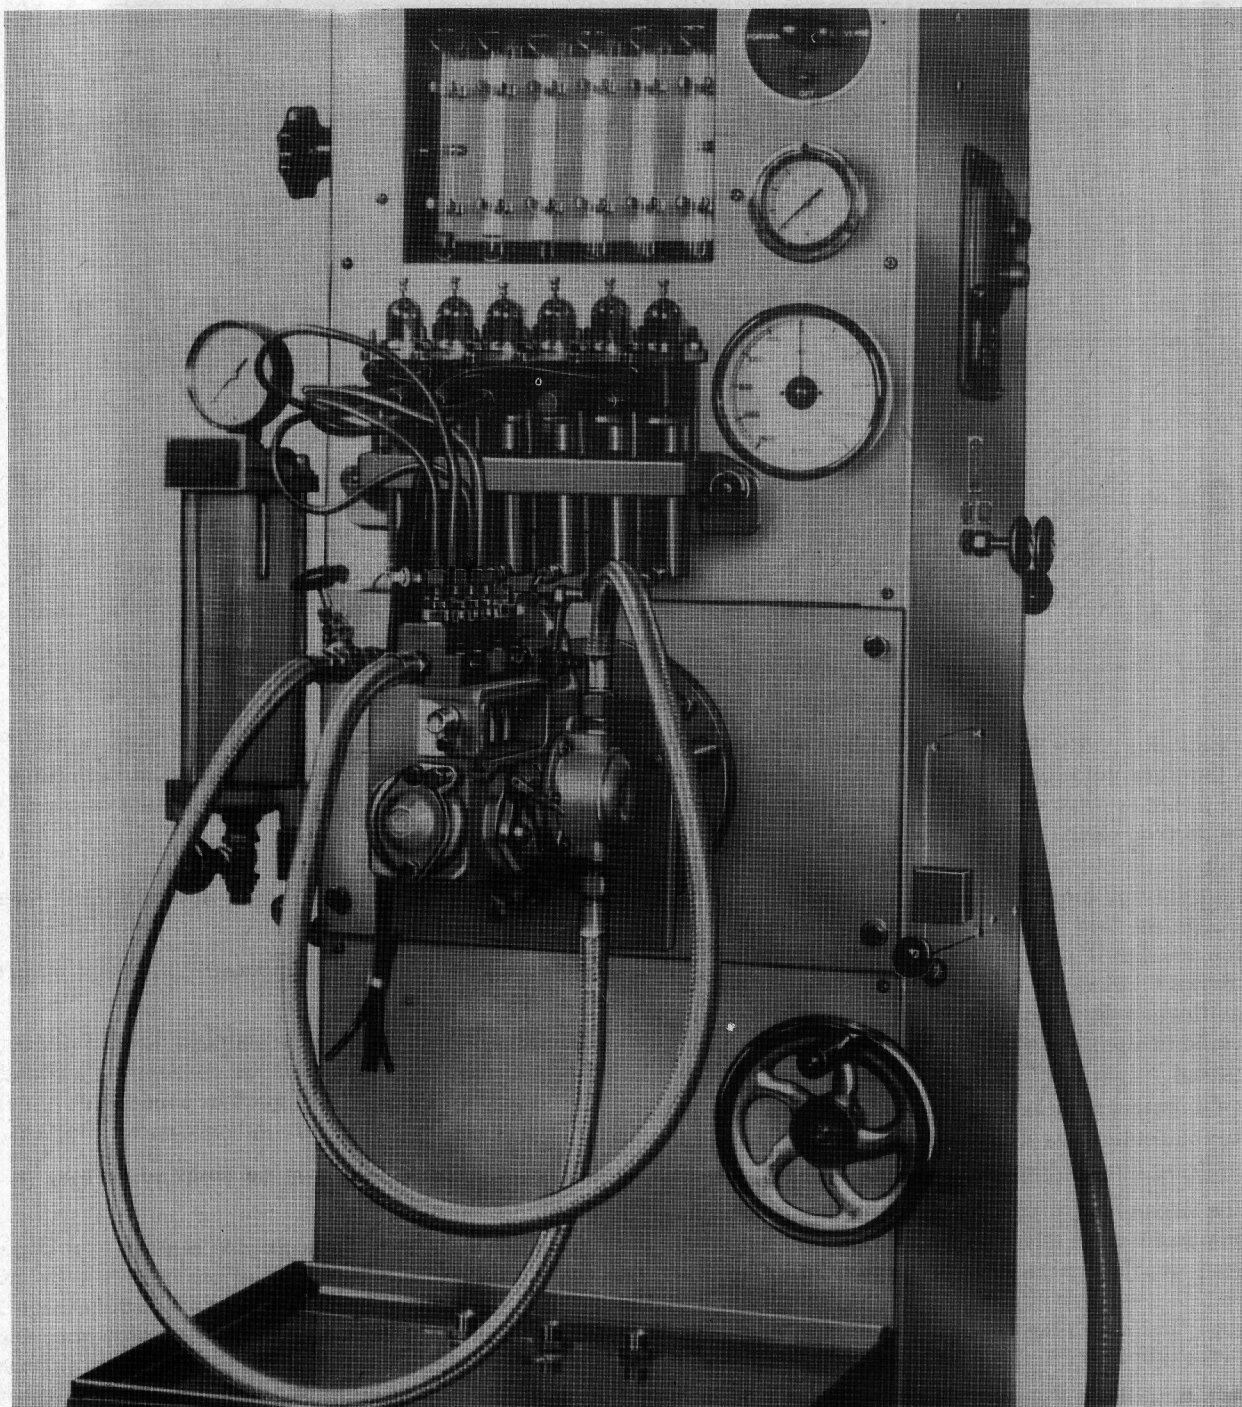

FIGURE 95 : Pompe d'injection montée sur la machine à tarer.
1. Monter la pompe sur la machine de tarage, s'assurer que l'arbre d'entraînement de la pompe présente un jeu axial d'environ 0,25 mm et que l'accouplement est serré à bloc (Figure 95).